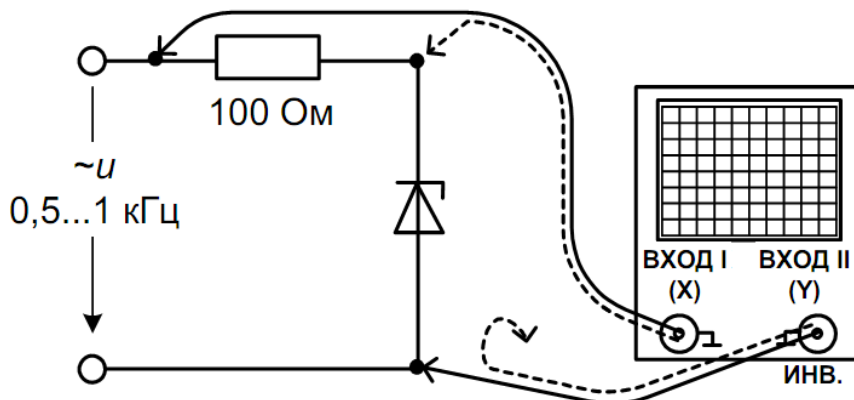

Рис. 1. Схема параметрического стабилизатора для эксперимента осциллографом
1. Соберите цепь согласно принципиальной схеме (рис. 1) для снятия характеристики стабилитрона. Подайте на вход синусоидальное напряжение от генератора напряжения синусоидальной (специальной) формы частотой от 50 Гц до величины указанной по варианту (например, 0,05...10 кГц). Максимальную амплитуду питания $U_{\text{пит.}}$ увеличить на 50%.